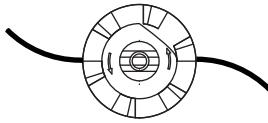

Fig. 22
3. Déroulez l'ancienne ligne de la bobine et retirez-la du trou central de la bobine. (Fig. 22)